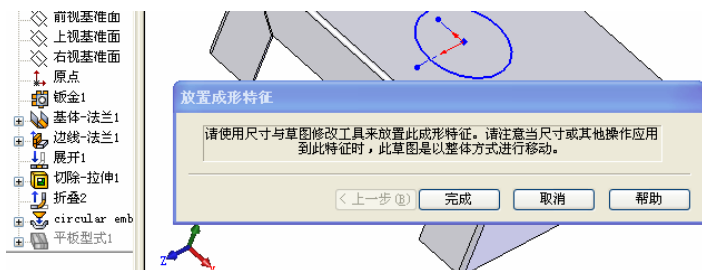
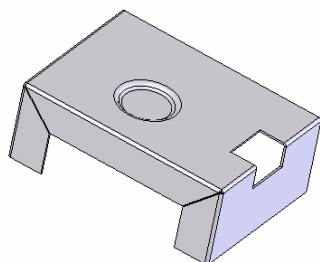

图 9-177 “放置成型特征”对话框
图 9-179 生成的成型特征
③ 随意拖放的成型特征可能位置并不一定合适，所以系统会弹出“放置成型特征”对话框，提示是否编辑成型特征的位置，如图 9-177 所示。可以单击“智能尺寸”图标，标注如图所示 9-178 所示的尺寸。然后单击“完成”按钮，结果如图 9-179 所示。